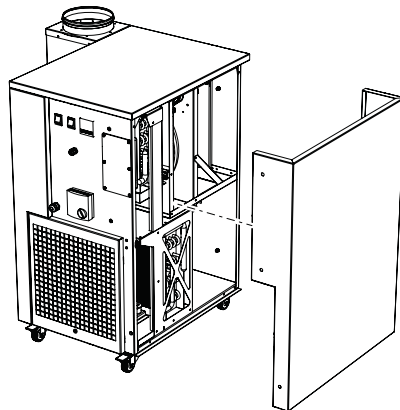

ABB. 15: Wartungsklappe
2. Die Wartungsklappe herausziehen. „ABB. 15: Wartungsklappe“